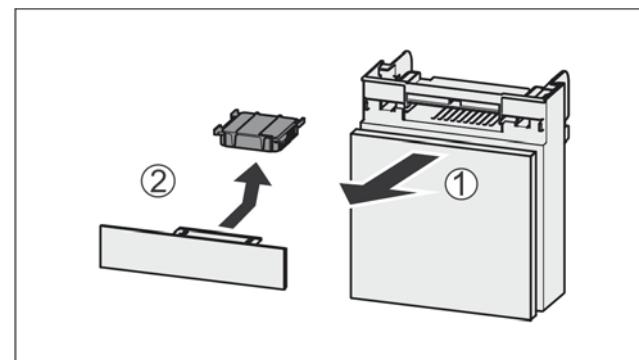

Fig. 45
- Втянуть Fig. 45 (1) отделение движением вперед.
- Извлечение Fig. 45 (2) фильтра с активированным углем.